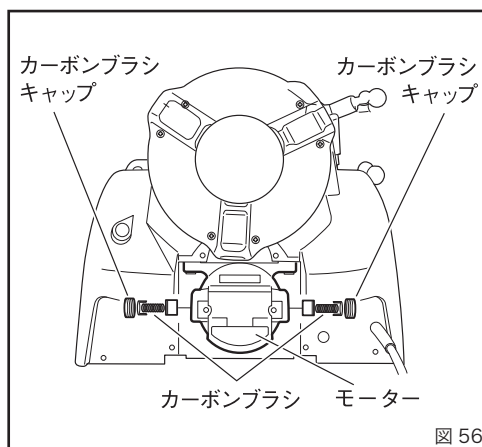

図 56
- ②マイナスドライバーでカーボンブラシキャップを外し、カーボンブラシを交換してください。(図 56)